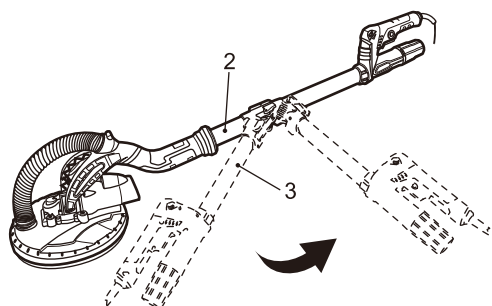

Fig. 1
- > Dépliez complètement le tube supérieur (3) dans la direction opposée au tube inférieur (2) (Fig.1)